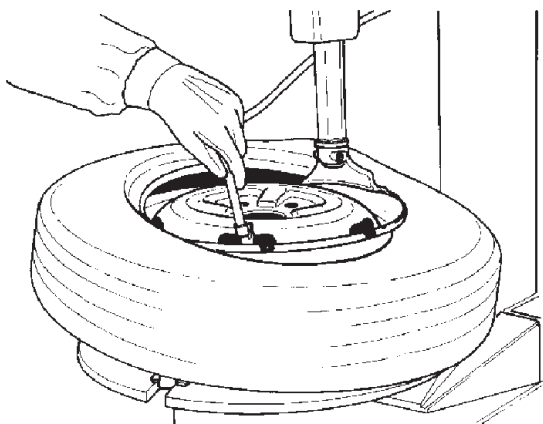

Fig. 5.1-3
D. Monte el primer talón tal y como se describe en la sección 4.2.B. Coloque el tubo dentro del neumático y conecte la línea de aire de hinchado a la válvula de la cámara para mantener el tubo en su lugar. (Fig. 5.1-3). Monte el segundo talón.